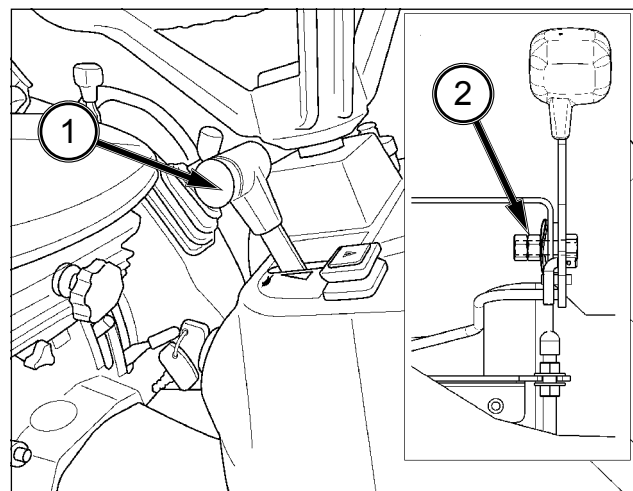

FIG. 110
FIG. 110 : Le levier d'accélération (1) doit rester sur la position choisie par le conducteur. Au fur et à mesure de l'utilisation normale, la friction contre le levier peut diminuer et celui-ci peut quitter la position sélectionnée. Tournez l'écrou de réglage (2) si nécessaire pour maintenir le levier d'accélération sur la position choisie.